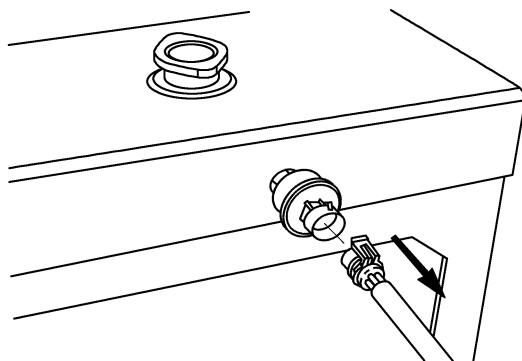

图 4-43 拆下传感器
② 抬起锁片, 拔下电气插头, 拆下传感器, 如图 4-43 所示。